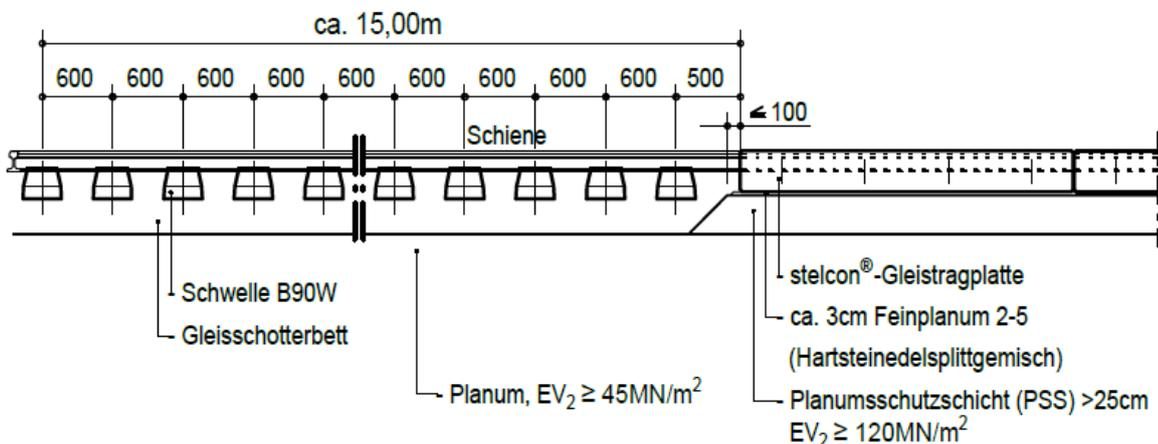

Bild 1
Bei der Herstellung der PSS für die Gleistragplatten ist darauf zu achten, dass diese stirnseitig nicht mehr als 10cm über die GTP hinausragt. Bild 1
- 4.4 Der Schwellenteilung im Übergang GTP zum Schotteroberbau ist gem. Bild 1 herzustellen. Für Bahnübergänge außerhalb der DB Netz AG ist die Verwendung anderer Schwellentypen z.B. B70W, möglich.